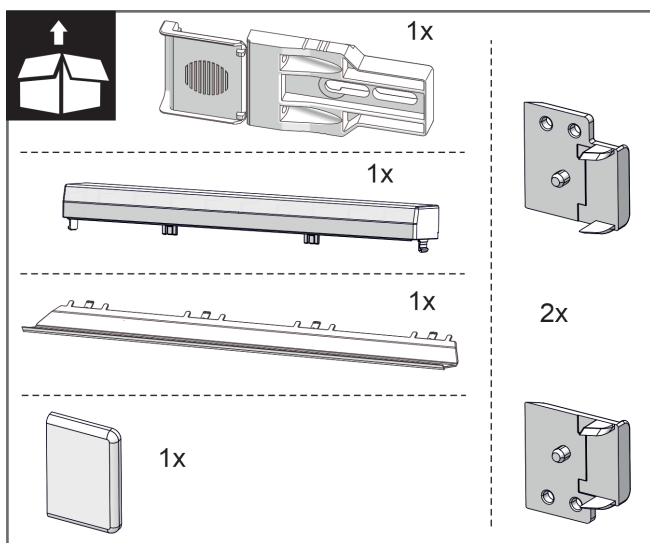
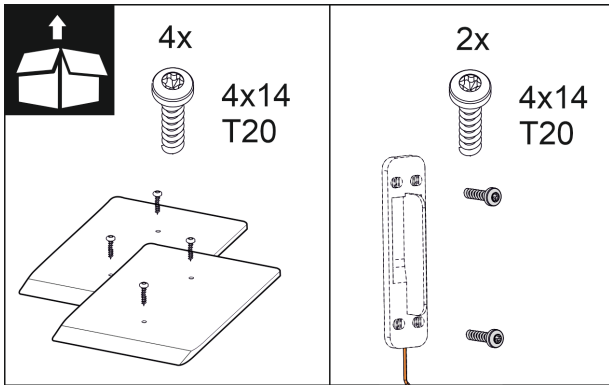

Fig. 10
Fig. 16
2. Preverite dele za montažo v priloženem paketu. Fig. 10 () do Fig. 16 ()
Deli za montažo v priloženem paketu Fig. 10 () do Fig. 16 ()